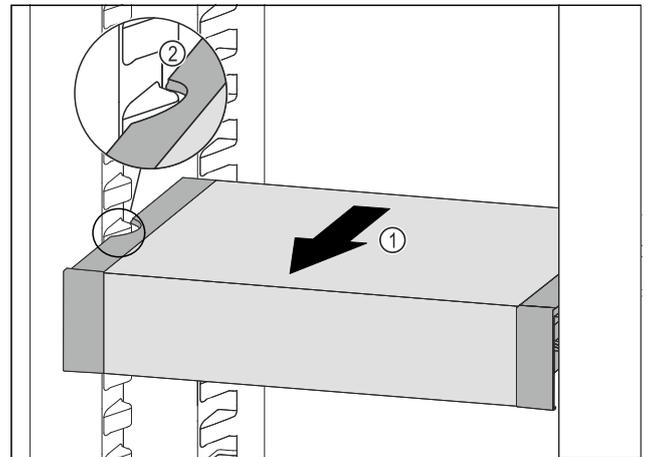

Fig. 113
- ▶ VarioSafe nach vorne ziehen *Fig. 113 (1)*, bis sich die seitlichen Aussparungen des VarioSafes auf Höhe der Behälterrippe im Kühlteil befinden. *Fig. 113 (2)*